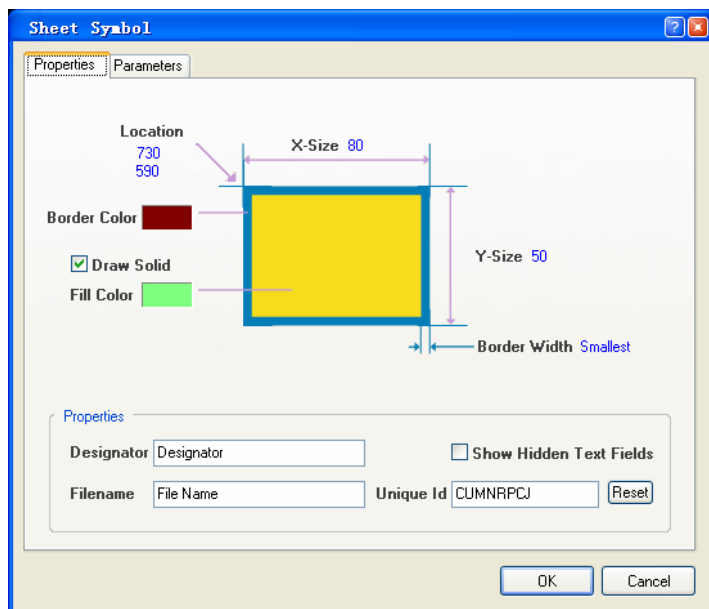

图 4.3 “Sheet Symbol”对话框
(8) 双击“Libraries”工作面板中的“Query Results”列表中名称为“PIC16F877-04I/P”的器件，单击键盘上的“Tab”键，将元件的编号修改为“U1”，然后将其布置在原理图中央位置。
(9) 单击“Wiring”工具栏中的添加子图符号工具按钮，或者在主菜单中选择“Place”->“Sheet Symbol”命令。
(10) 单击键盘上的“Tab”键，打开如图 4.3 所示的“Sheet Symbol”对话框。